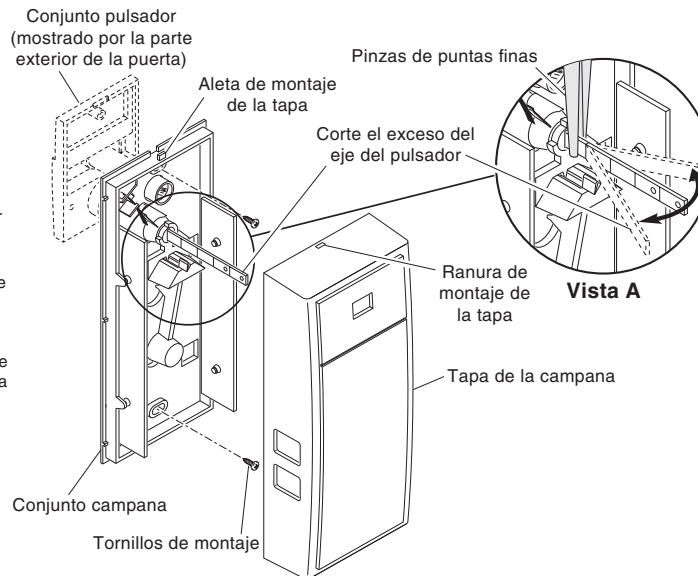

Figura 2 - Montaje del conjunto campana y acople de la tapa de la campana
1. Coloque el conjunto campana sobre el eje del pulsador y sobre el visor (Vea la Figura 2).
3. Acople bien la parte superior e inferior del conjunto campana usando los tornillos de montaje provistos (Vea la Figura 2).
1. Para asegurar el espacio libre correcto cuando la tapa este acoplada, corte el exceso del eje del pulsador. IMPORTANTE: para evitar roturas en las partes plasticas del conjunto campana, usa una pinza de puntas finas para sostener sin peligro al eje mientras lo dobla hacia atras y adelante para cortarlo (Vea la Figura 2, vista A)